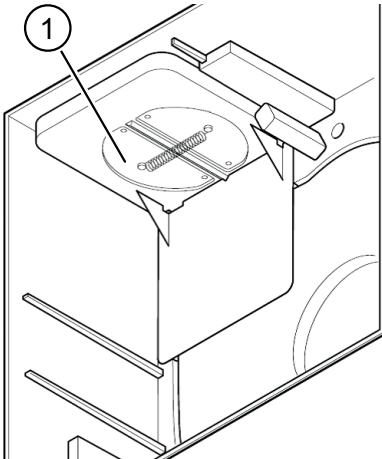
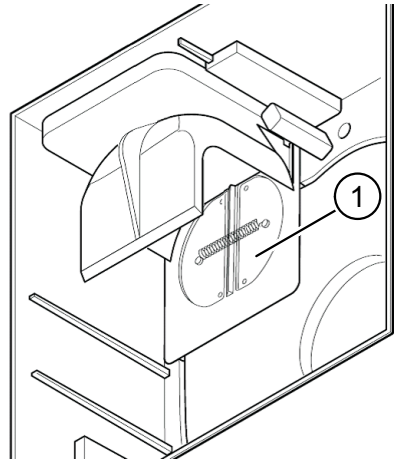

Abb. 5: Rückschlagklappe überprüfen,
Abb. 6: Rückschlagklappe überprüfen,
- ▶ Überprüfen Sie die Rückschlagklappe (Pos. 1 in Abb. 5 oder in Abb. 6) auf Funktion und Freigängigkeit. Entfernen Sie eventuell vorhandene Verschmutzungen.